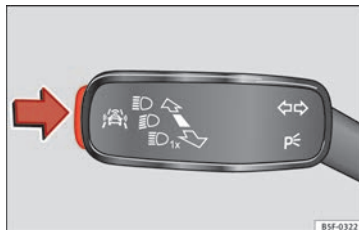

Bild 45 På spaken för blinkers och helljus: knapp för förarassistanssystemen
- Tryck kort på knappen » bild 45 i pilens riktning för att öppna menyn **Assist systems**.